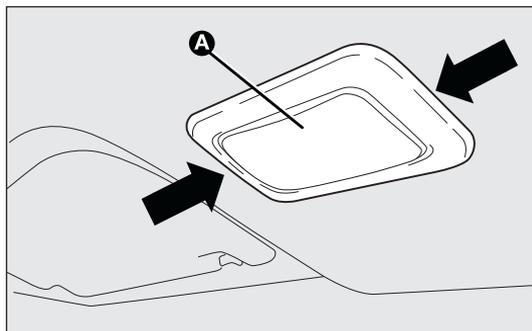

fig. 163
- extraire le plafonnier A-fig. 163 en agissant aux endroits indiqués par les flèches ;